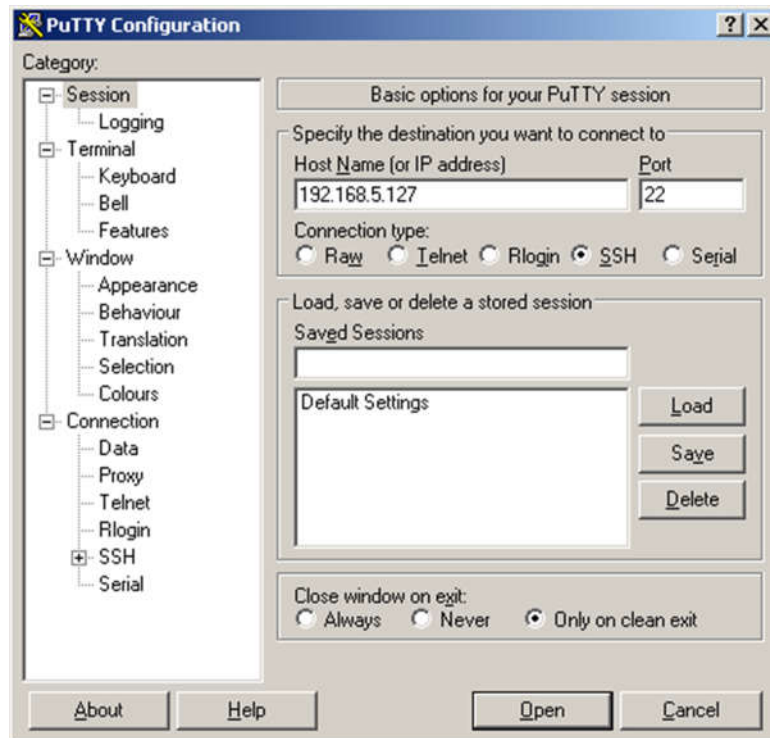

Рисунок 5
- Удаленно войти на микроЭВМ по протоколу ssh (логин «root», пароль «root»), используйте ПО «Putty» (см. рисунок 5, 6).